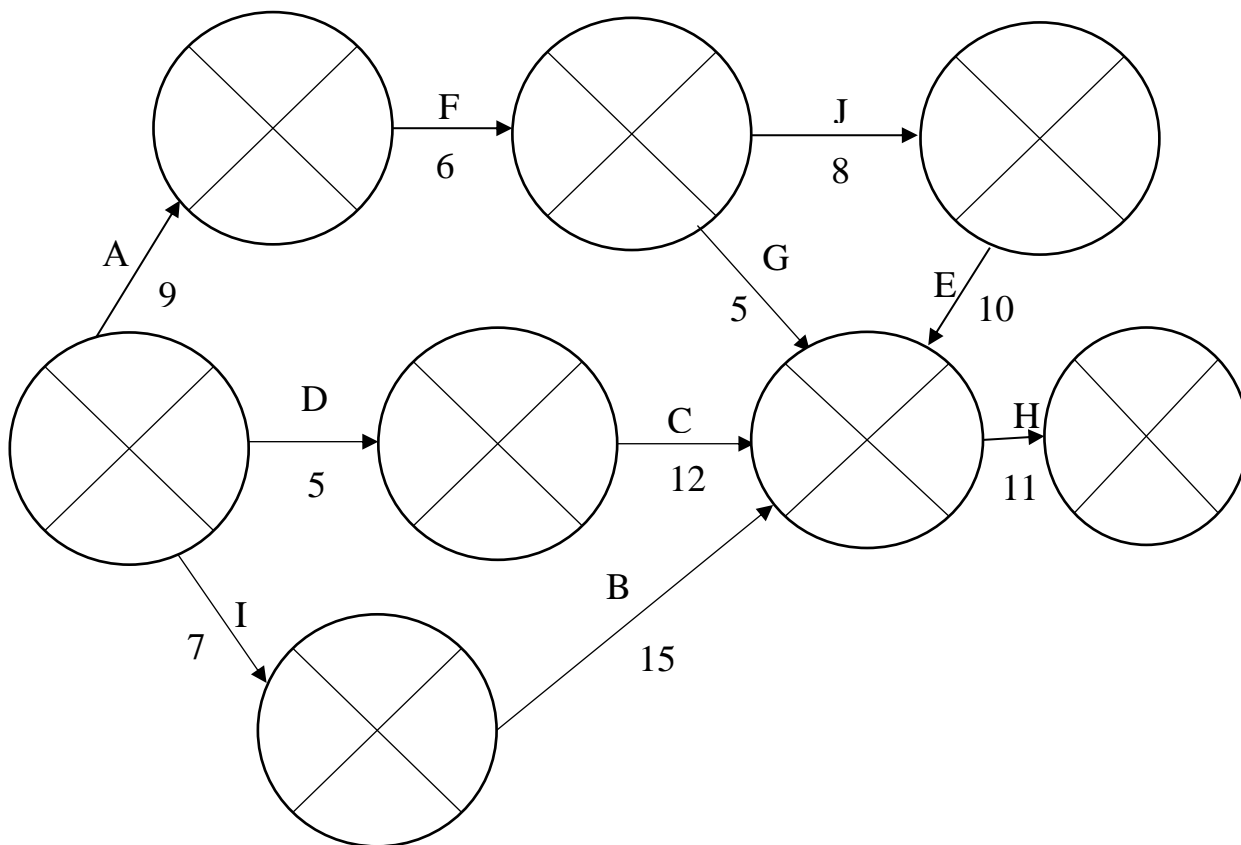

Рис. 5.24. 1-й шаг построения сетевой модели
1) Построим сетевую модель проекта, *соблюдая заданную в условии последовательность работ*. Названия работ запишем над стрелками, их длительность – под стрелками (рис. 5.24).